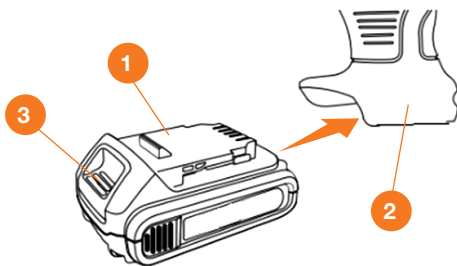

Рис. 13
- Установите аккумуляторную батарею **1** в разъем рукоятки пилы **2** до щелчка (Рис. 13).